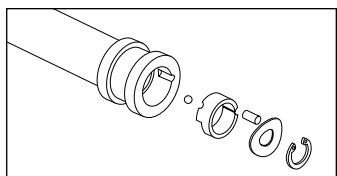

Abb. 3
2. Schieben Sie das Grundventil des oberen Rohrs von der Dämpferstange. Notieren Sie sich die Ausrichtung des Ventils, der Verschlußplatte, der Wellenscheibe und des Trägers. (Abb. 3)
7. Entfernen Sie vorsichtig die Rasterplatte, die Wellenscheibe, den Rasterstift und die Rasterkugel. Die Rasterkugel befindet sich unter der Rasterplatte (Abb. 3). Achten Sie darauf, daß die Rasterkugel nicht verlorengreht. Sie ist klein und leicht zu verlieren.